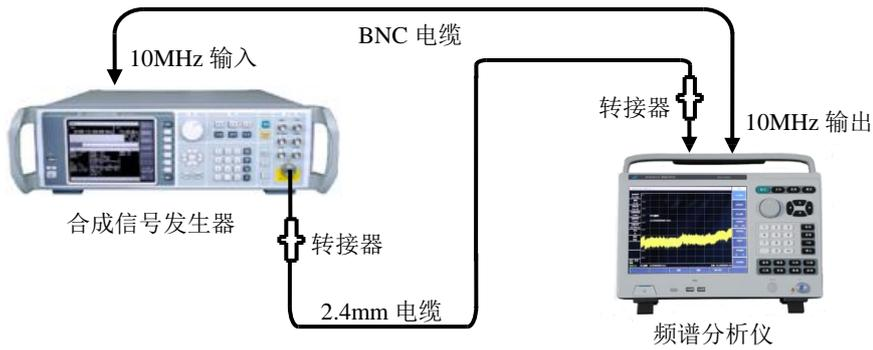

图 11-13 镜像、多重和带外响应测试设置
- 1) 如图 11-13 连接测试仪器，频谱分析仪为合成信号源提供频率参考。